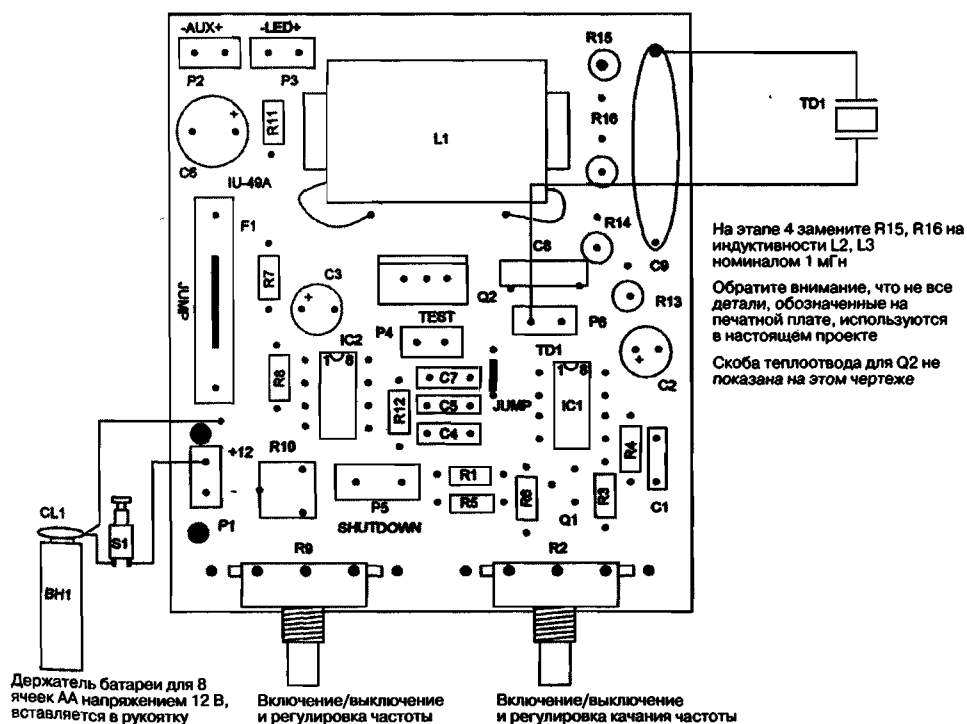

Рис. 27.3. Сборка устройства с использованием печатной платы
2. Сборка устройства при использовании печатной платы с разводкой печатными проводниками PCB, которую можно приобрести через сайт [www.amazing1.com](http://www.amazing1.com), показана на рис. 27.3. Плату PCB можно купить как опцию для недостаточно подготовленных или нетерпеливых любителей, а опытные любители могут использовать макетную плату с перфорацией отверстий и соединять компоненты между собой согласно принципиальной схеме гибким проводом. Используйте расположение компонентов на рис. 27.3 как образец для определения места расположения компонентов на вашей макетной плате и соединения их между собой по схеме. Отдельные выводы компонентов будут использоваться в качестве